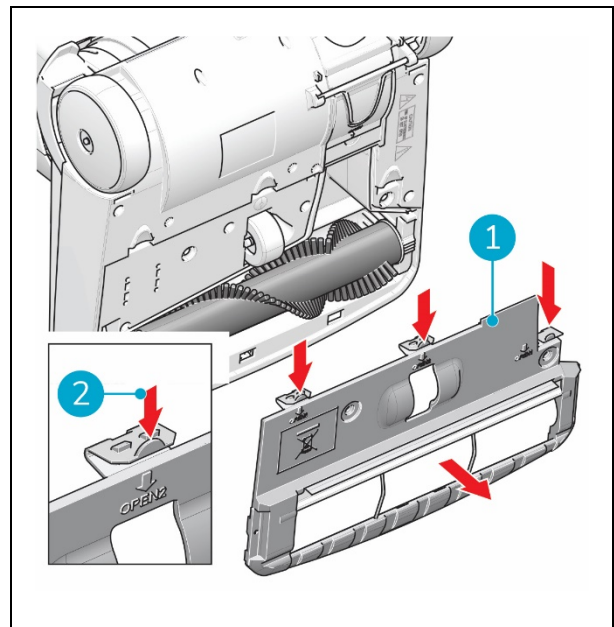

Figura 25
3. Prima os três cliques no sentido descendente (Figura 25, posição 2).
4. Retire a placa de cobertura (Figura 25, posição 1).
8. Volte a colocar a placa de cobertura (Figura 25, posição 1); coloque primeiro os três encaixes inferiores na posição correta.
9. Feche a placa de cobertura. Quando ouvir um clique proveniente dos três cliques (Figura 25, posição 2), significa que esta está bloqueada.